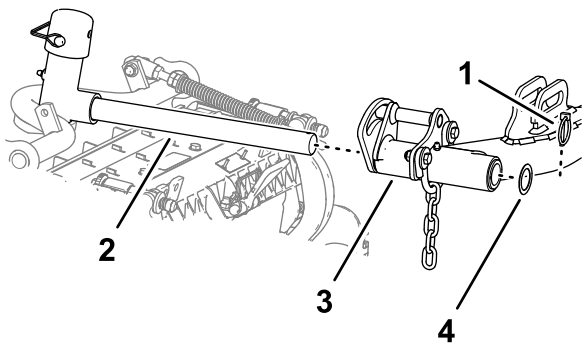

図 29
5. カuttingユニットを昇降アームの下に置く(図 29)。